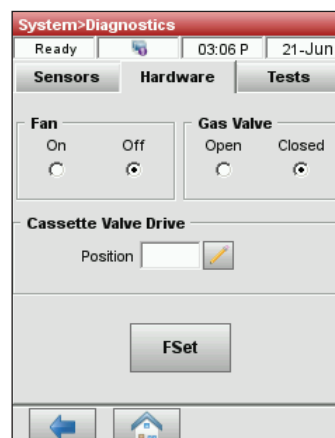

Figure 31. Gestion du système > Diagnostics > onglet Contrôle
2. Appuyez sur **“Diagnostic”** puis sur l’onglet **“Matériel”** (Figure 31).